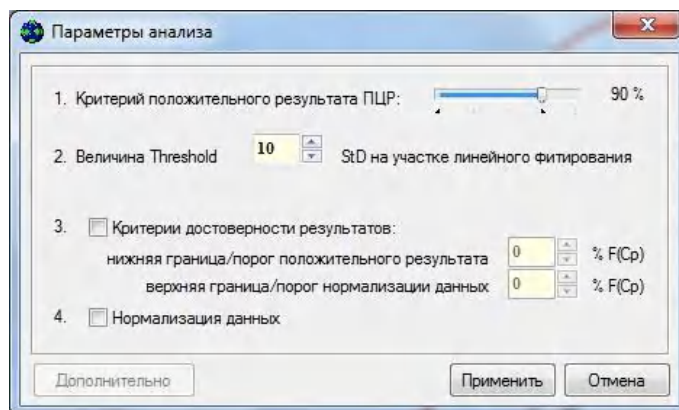

Рис.77 Параметры анализа
– кнопка для вызова окна **Параметры анализа** (см. «Настройки параметров анализа»). Значения, установленные по умолчанию, являются оптимальными для повседневной работы в лаборатории. При проведении научных исследований и для более детального анализа полученных данных можно изменить заданные параметры обработки результатов оптических измерений и анализа данных (Рис.77).